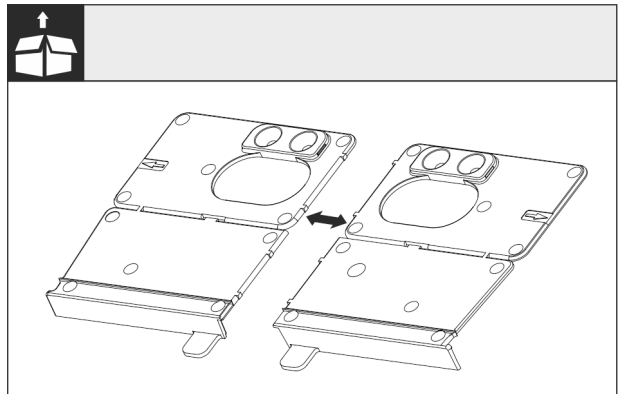

Fig. 27
► Separe la base de la escuadra de montaje Fig. 27 (I) en la perforación.